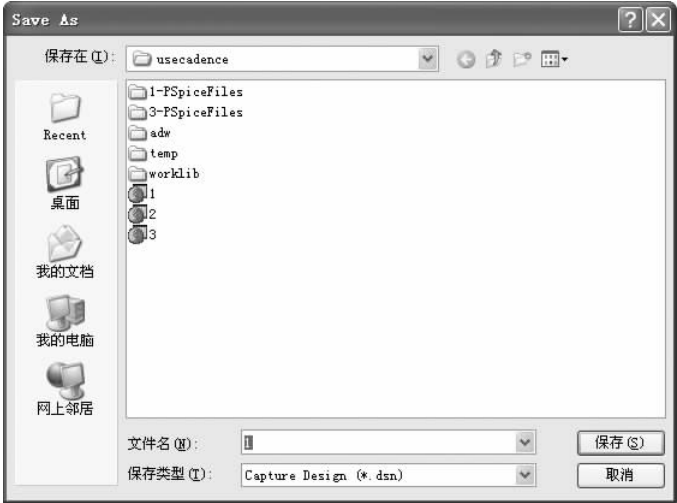
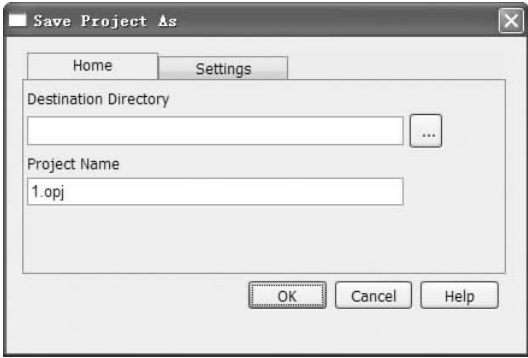

图 3-2 “Save As (另存为)”对话框
图 3-3 “Save Project As（将工程另存为）”对话框
选择菜单栏中的“File (文件)”→“Save As (另存为)”命令，弹出如图 3-2 所示的“Save As (另存为)”对话框，读者可以更改设计项目的名称、所保存的文件路径等，执行
(1) 选择菜单栏中的“File（文件）”→“Save Project As（将工程另存为）”命令，弹出如图 3-2 所示的“Save Project As（将工程另存为）”对话框，打开如图 3-3 所示的对话框。